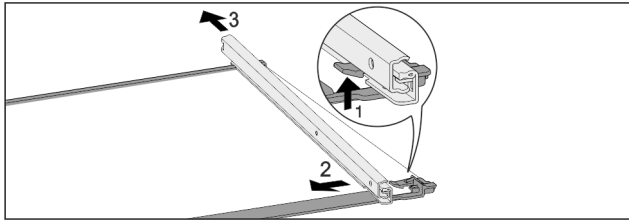

Fig. 186 带轨道的玻璃隔板
- ▶ 向上按前端的锁定钩。 Fig. 186 (1)
- ▶ 将牵伸轨推向一侧 Fig. 186 (2)，然后向后 Fig. 186 (3) 推。